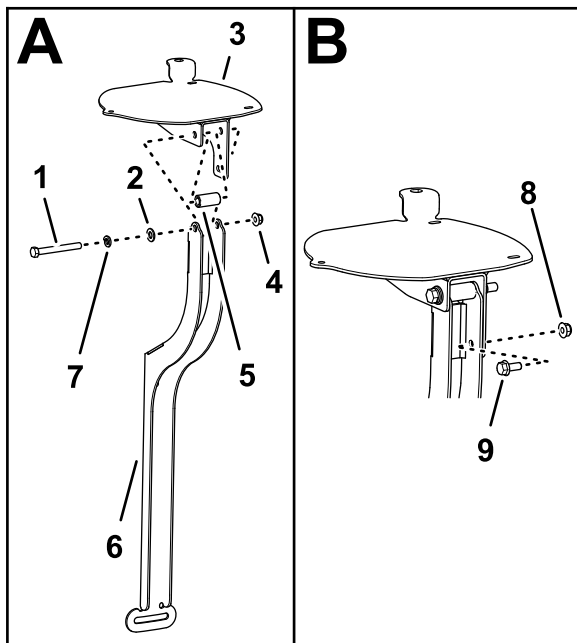

Figura 155
1. Alinee los orificios de la placa del receptor de navegación, del espaciador (3/8" x 1") y del soporte del receptor (Figura 155).
- Monte la placa del receptor y el espaciador en el soporte con un perno (3/8" x 3/4"), una arandela de freno (3/8"), una arandela (3/8" x 13/16") y una contratuerca con arandela prensada (3/8"), según se muestra en Figura 155.
- Monte el perno con arandela prensada (5/16" x 3/4") y la tuerca con arandela prensada (5/16") en el orificio más pequeño del soporte del receptor y la ranura de la placa del receptor (Figura 155).